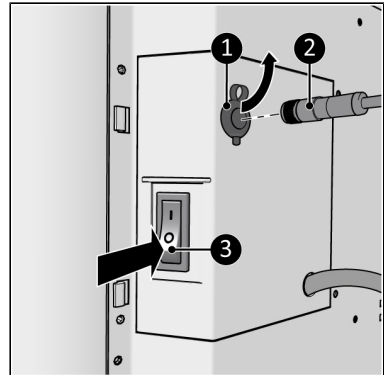

Abbildung 14.
1. Stellen Sie sicher, dass sich der EIN/AUS-Schalter in der AUS-Position befindet (Abbildung 14, pos. 3).
2. Verbinden Sie den Stecker des externen Temperatursensors (Abbildung 14, pos. 2) mit dem Sensorstecker.